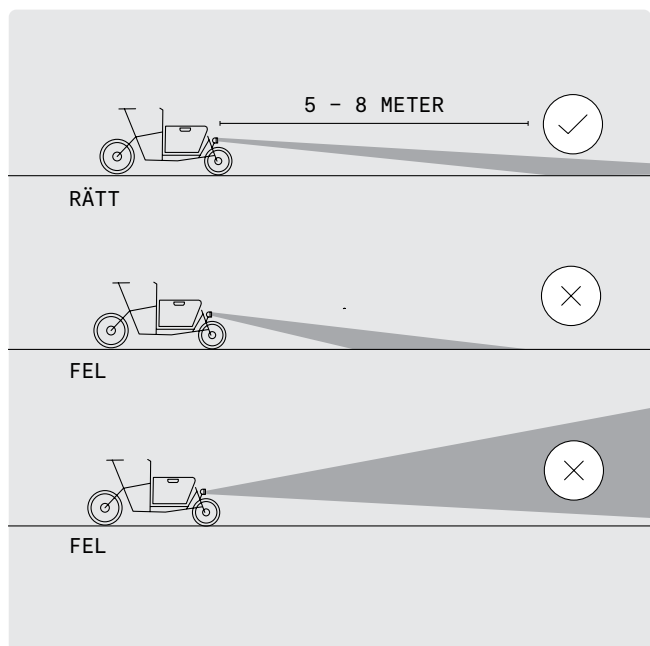

BILD 48
- Se därför till att belysningen inte är ställd så att den lyser uppåt. (Bild 48)
- 2 Rikta in belysningen så att ljuskäglan träffar marken 5 - 8 meter framför framhjulet (Bild 48).